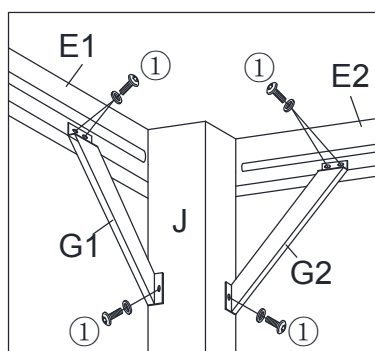

Fig.4
Fiez la barre de support gauche (G1) au linteau gauche (E1) et au pilier principal (J) avec le boulon (W1); attachez la barre de support droite (G2) au linteau droit (E2) et au pilier principal (J) avec le boulon (①). Voir la figure 4. Serrez complètement les boulons.